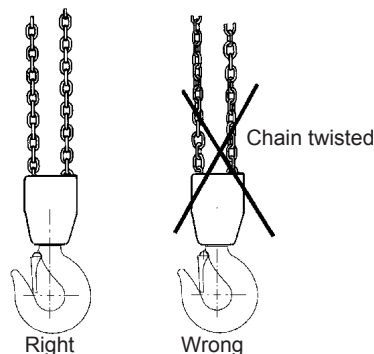

Fig 3 La chaîne ne doit pas être tordue
- La chaîne de levage ne doit pas être vrillée ou tordue. Les palans à deux ou plusieurs brins sont exposés à un risque de torsion si l'assemblage du crochet inférieur se termine en boucle à travers l'élingue de la chaîne – généralement au cours du réajustement ou du déplacement du palan à chaîne entre les postes de travail. Voir Fig. 3.